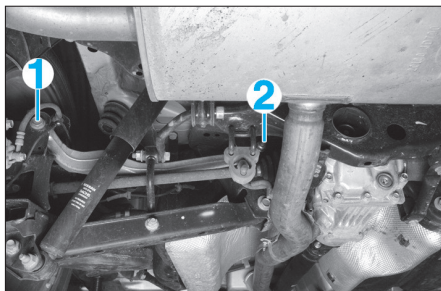

Fig. 21
- la fixation du bras supérieur sur le bras longitudinal (1) (Fig.21),
- la fixation du bras supérieur sur le berceau arrière (2),